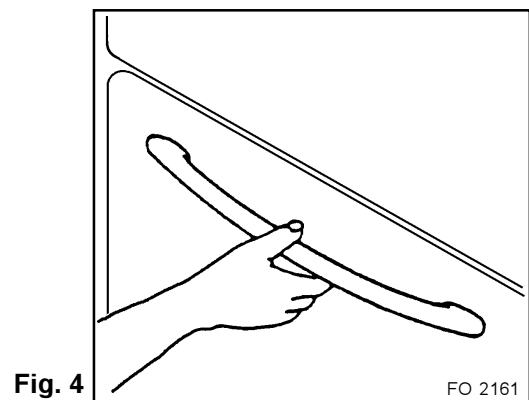

Fig. 4
**Pour ouvrir la porte du four, empoignez toujours la poignée au centre (fig. 4).**